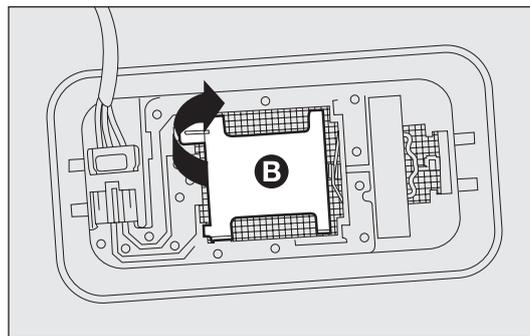

fig. 161
- abra la tapa B-fig. 161 como se indica;